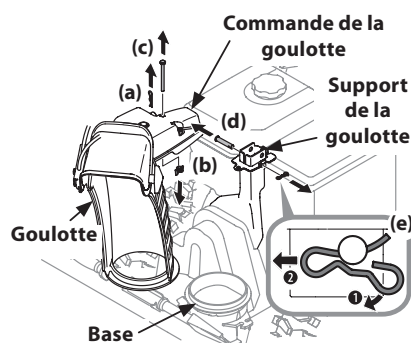

Figure 2-19
1. Retirez la goupille fendue (a), l'écrou à oreilles (b) et la vis hex. (c) qui se trouvent sur la commande de la goulotte ainsi que la goupille fendue (e) et l'axe de chape (d) sur le support de la goulotte. Voir Figure 2-19.